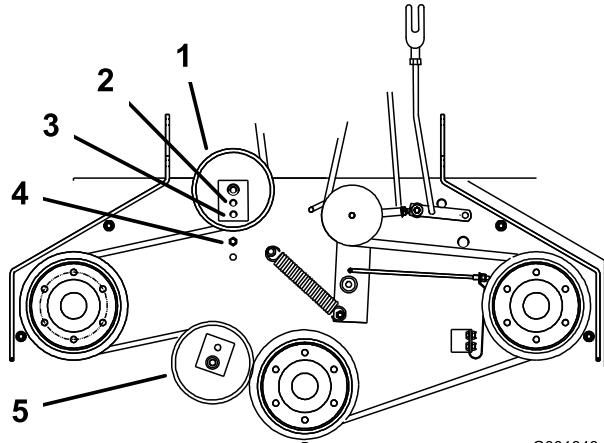

Bild 45
6. Wenn die Spannschraube nicht weiter eingestellt werden kann, und der Riemen noch lose ist, müssen Sie die Spannschrauben in das mittlere oder vordere Loch versetzen (Bild 45). Verwenden Sie das Loch, mit dem Sie die richtige Einstellung erhalten.
7. Wenn die Spannscheibe versetzt wird, muss die Riemenführung versetzt werden. Versetzen Sie Riemenführung in die vordere Stellung (Bild 45).